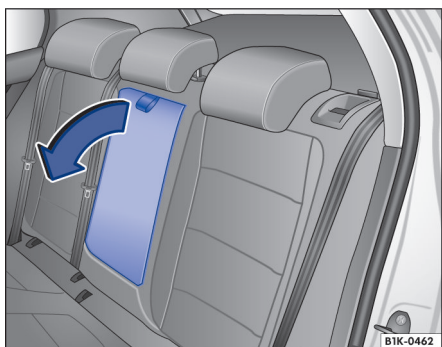

Fig. 82 Descansa-braço central traseiro rebatível.
- Para *rebatê-lo de volta*: rebater o descanso-braço central no sentido contrário da seta → Fig. 82 para cima e pressionar para dentro do encosto do banco até o batente.
- Para *rebatê-lo para frente*: puxar a alça no sentido da seta → Fig. 82.